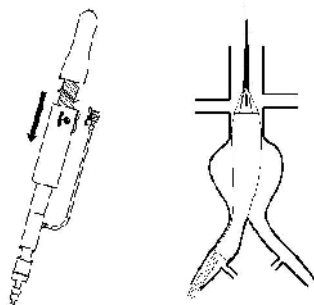

Рис.6 Извлечение внешней системы интродьюсера
- ✧ Быстро развернуть стент-графт. Удерживать передний захват системы доставки в неподвижном состоянии, затем разблокировать спусковой крючок и потянуть направляющий захват вдоль винтовой передачи, чтобы полностью развернуть стент-графт. (Рис. 6)